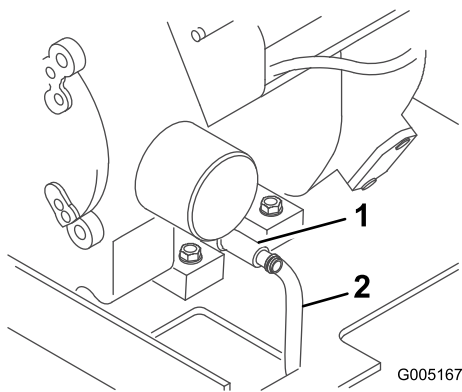

Bild 25
4. Stecken Sie ein Ende des Schlauchs auf das Ablassventil und das andere Ende in eine Wanne (Bild 25).
5. Öffnen Sie das Ablassventil durch drehen gegen den Uhrzeigersinn und gleichzeitiges herausziehen (Bild 25).